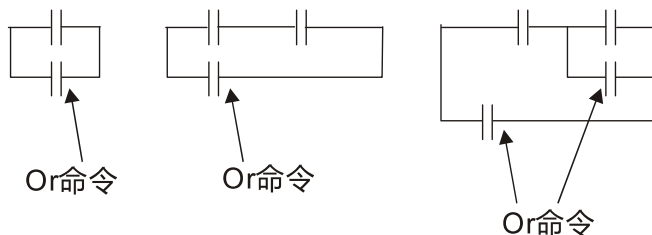

图 16-33
**OR ( ORI ) 命令**：单一装置接于一装置或一区块的组合。如下图 16-33 所示：